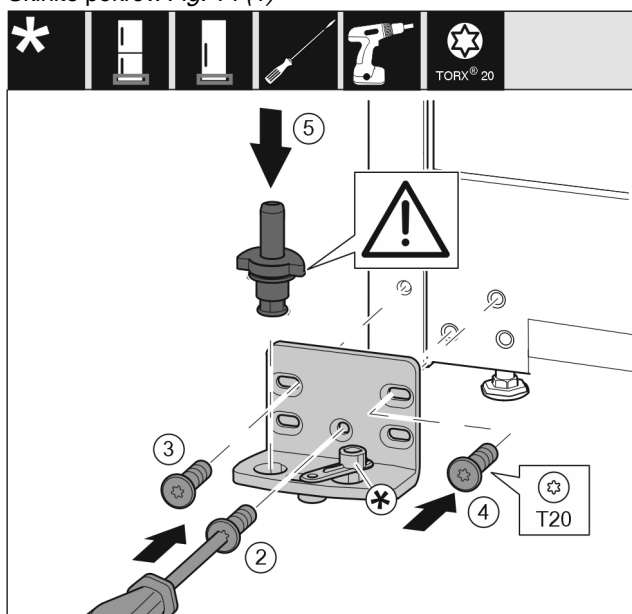

Fig. 15
- Postavite podložak ležaja na drugoj strani i zavijte pomoću odvijača T20. Započnite s vijkom 2 dolje u sredini. Fig. 15 (2)
- Pritegnite vijak 3 i 4. Fig. 15 (3,4)
- Kompletно umetnite podložak ležaja. Pri tome pazite da je ispuščenje za blokiranje okrenuto prema otvora. Fig. 15 (5)